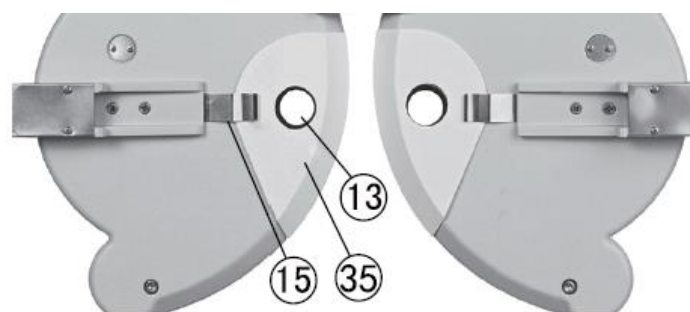

Abb.10
Gesichtsschutz anbringen (35) damit der Gesichtsschutzclip (15) fängt es. Dann Gesichtsschutzblende mit Untersuchungsblende ausrichten (13) (Abb.10).